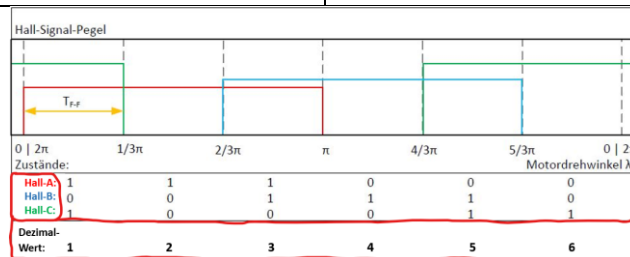

Abbildung 13: Grafik zur Auswertung der Hall-Sensor-States
- In Abbildung 13 dargestellte Reihenfolge der Hall-Sensor-States wird bei Vorwärtsfahrt aufsteigend durchlaufen